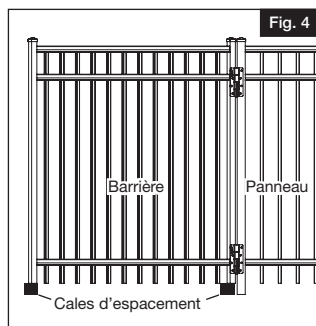

Fig. 4
- c.) Placer la barrière sur les cales d'espacement en la maintenant de niveau/d'aplomb par rapport au poteau de la barrière (Fig. 4).